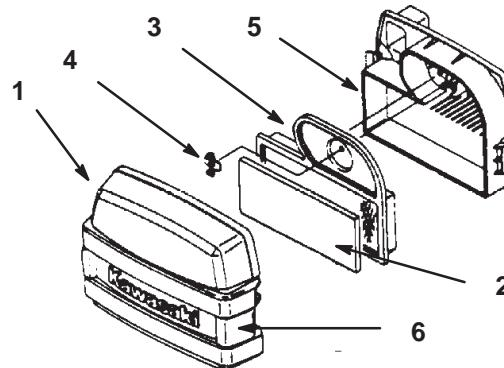

Figure 20
3. Nettoyez la surface autour du filtre à air pour éviter que des impuretés ne s'introduisent dans le moteur et l'endommagent. Dégagez les deux fixations latérales et déposez le couvercle du filtre à air (Fig. 20).
4. Sortez délicatement l'élément en mousse de l'élément en papier (Fig. 20).
5. Dévissez l'écrou papillon et retirez l'élément en papier (Fig. 20).
1. Glissez délicatement l'élément en mousse dans l'élément en papier (Fig. 20).
2. Posez l'ensemble filtre à air sur sa base et installez l'écrou papillon (Fig. 20).
3. Reposez et verrouillez le couvercle du filtre à air (Fig. 20).